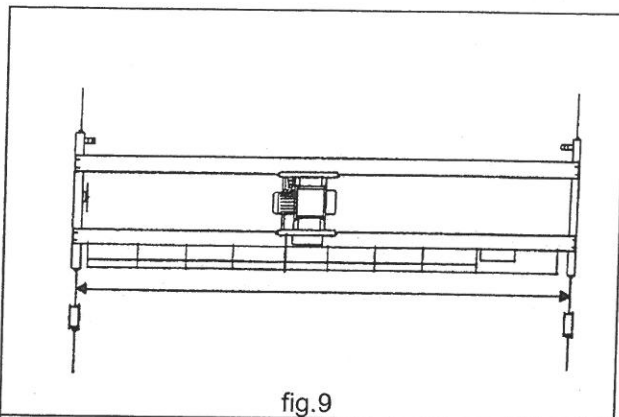

fig.9
- verifica degli scartamenti utili che verranno misurati in almeno tre punti del capannone (due vicini alle estremità ed una in posizione centrale) - (fig. 9).